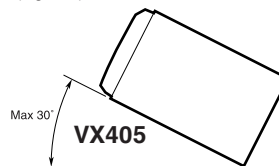

Figura 2
2. Instale la unidad a menos de 30° del plano horizontal. (Figura 2)